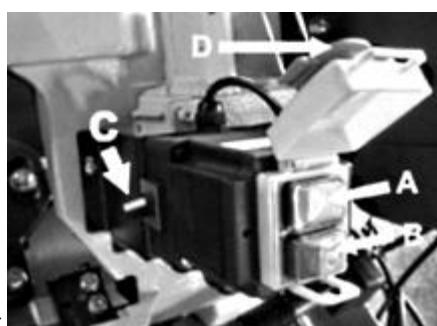

Рис. 6
Станок включается нажатием зеленой кнопки (A, Рис. 6) на пульте управления; красная кнопка (B) останавливает станок.